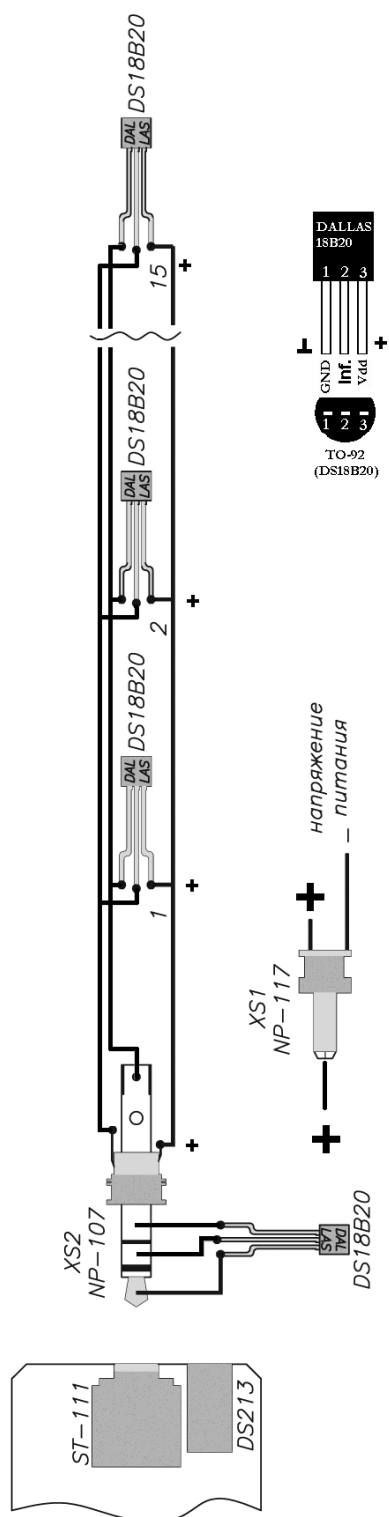

Рис.3 Схема подключения датчиков и напряжения питания
Центральная часть устройства – микроконтроллер AT89C4051, работающий на частоте 12 МГц и тактируется от керамического резонатора ZTT. Датчики подключаются к **трехконтактному** (метал. гнездо) разьему XS2 **параллельно** друг другу **тремя!** проводами (**рис.3**). Напряжение питания подключается к двухконтактному (пластмас. гнездо) разьему XS1.
1. Подключите датчики и напряжения питания согласно **рис. 3**